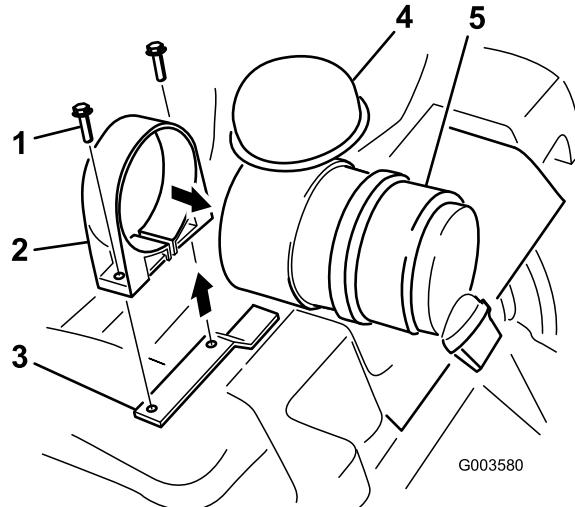

図 4
6. エアクリーナのストラップをゆるめ、キャニスタから引き抜く(フィルタを抜き取った側から引き抜く)(図 4)。